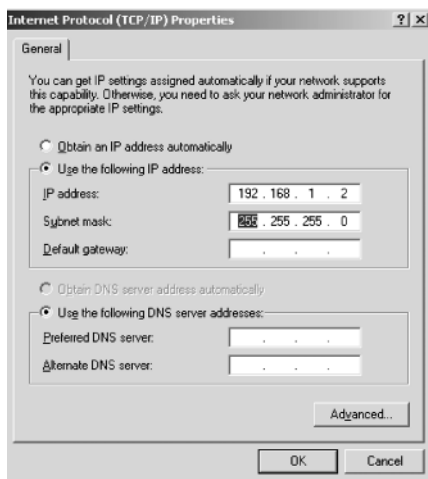

Рис. 13. Окно свойств протокола TCP/IP
6. Выберите *Use the following IP Address* («использовать следующий IP-адрес») и введите параметры как показано на рис. 13.